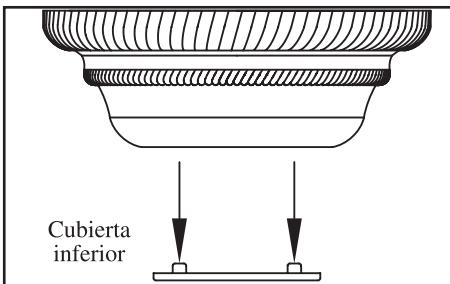

Figura 8
- Vuelve a ajustar los tornillos del collarín en la parte superior de la carcasa del motor (Figura 8).
- Retira la cubierta inferior decorativa de la cubierta oprimiendo los tres pernos (Figura 8).
- Conecta el cable azul del motor del ventilador al cable azul del receptor usando una tuerca de cable (Figura 8).